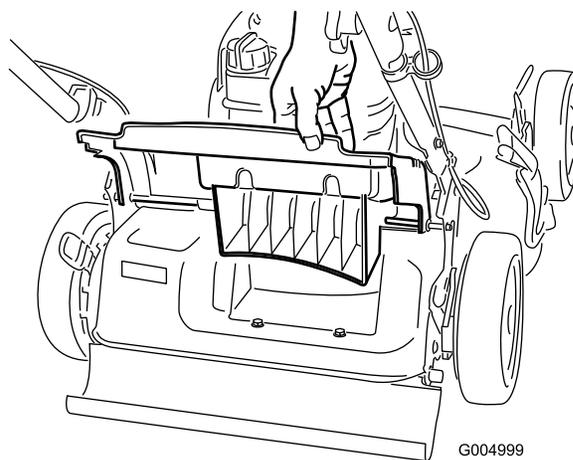

Figura 18
1. Levante y sujete la puerta trasera (Figura 18).